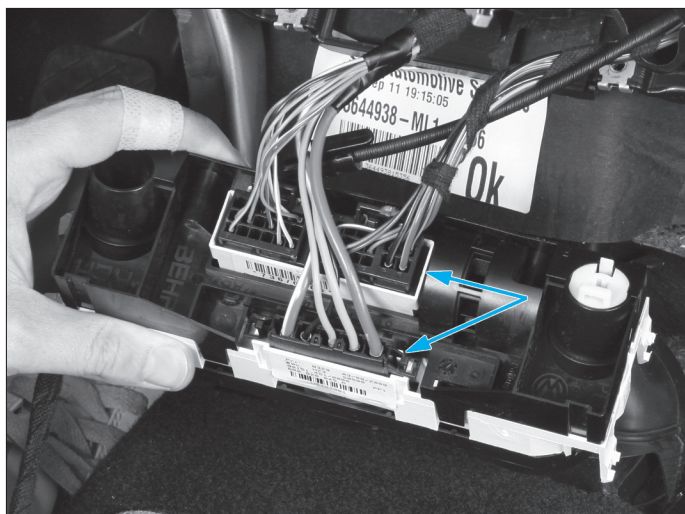

FIG. 43
- Débrancher les connecteurs de la commande de chauffage (Fig.43).